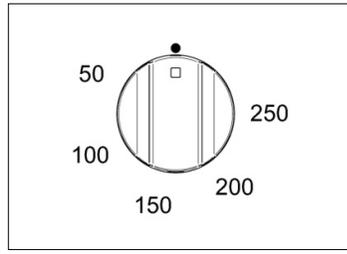
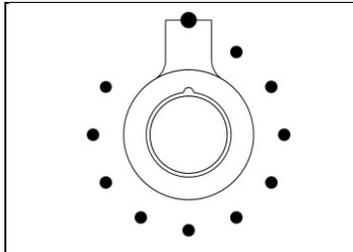

Fig 29A
Fig 30
**2** Ruotare la manopola della temperatura (Fig.29A-29B e Fig.30 solo per modello